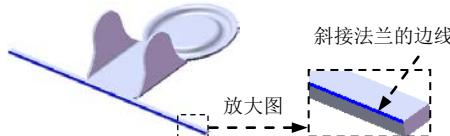

图 8.21 斜接法兰边线
(1) 选择下拉菜单 **插入(I)** → **钣金(B)** → **斜接法兰(M)...** 命令（或单击“钣金”工具栏上的“斜接法兰”按钮 C ），在模型中单击图 8.21 所示的斜接法兰的边线，系统自动生成基准面 1。